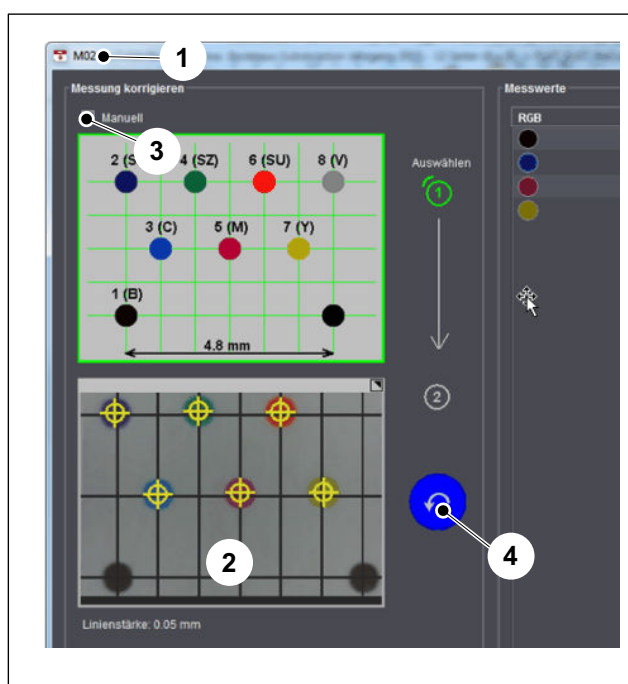

Abb. 19 Dialogfenster Kamera nach Bilderfassung
Nach der Auswahl oder Anzeige der zu messenden Messmarke wird der Kameradialog (Abb. 19) angezeigt.
Alle erkannten Farbpunkte werden mit einem gelben Kreis markiert. Die Messung ist in Ordnung, wenn die Mittelpunkte der gelben Kreise auf den Mittelpunkten der Farbpunkte sind und die Gitterlinien sich im Zentrum der Referenzpunkte kreuzen (Abb. 19/1).
13. Mit der blauen Taste *Zurück* (Abb. 19/4) können Sie die Messung wiederholen.
14. Wenn eine Farbe nicht erkannt wird, wählen Sie das Auswahlfeld *Manuell* aus. Dann klicken Sie den nicht erkannten Farbpunkt im Schema an und ziehen den Farbpunkt auf den dazu gehörenden Farbpunkt im Vorschaubereich (Abb. 19/2).